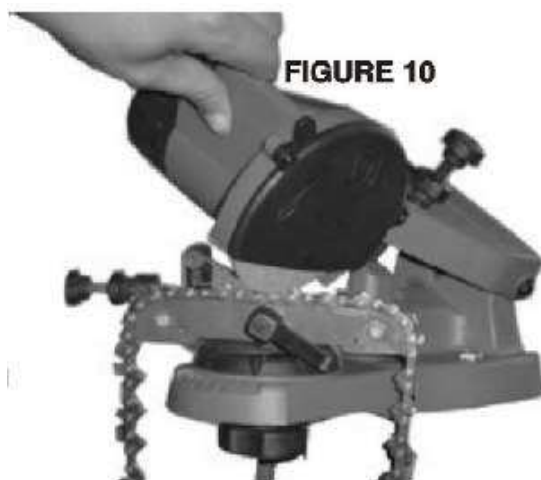

FIGURE 10
3. Abaissez doucement la meule comme indiqué à la **FIGURE 10**. Si vous remarquez de petites erreurs dans vos réglages, éteignez l'appareil et débranchez-le avant de faire vos ajustements.